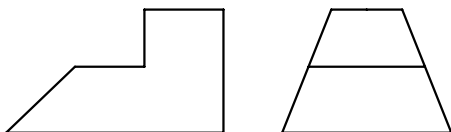

图 3-1
1. (本小题 7 分) 看懂图 3-1 所给主、左视图, 画出正等轴测图。